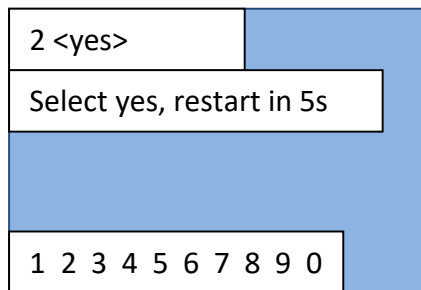

Figura 30 - Schermata restart
- 2) Selezionare '1. Restart' per riavviare il dispositivo in maniera manuale. Confermare nella schermata Figura 30 in per effettuare il riavvio.